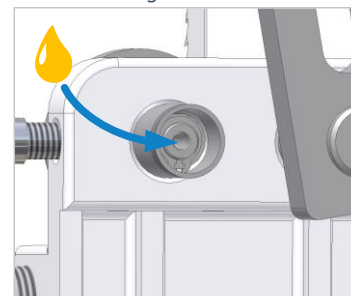

Abbildung 50: Rückenrolle ölen
- Verschlusskappe von Rückenrollenlagerung abschrauben (siehe ⇒ Abbildung 50).